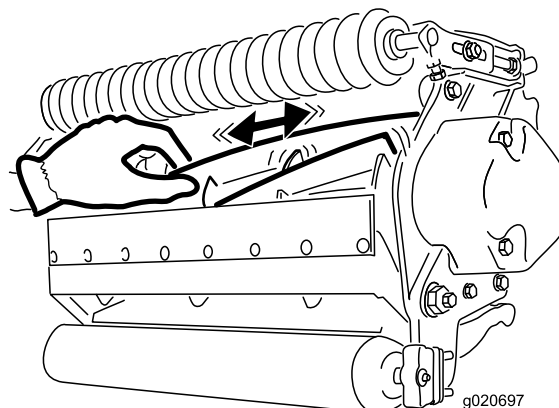

図 31
2. ボロ布を厚く巻くか丈夫なパッドのついた手袋をして、カッティングユニットの刃の部分をつかみ、リールを左右に揺すってガタがあるかどうかを調べる 図 31。